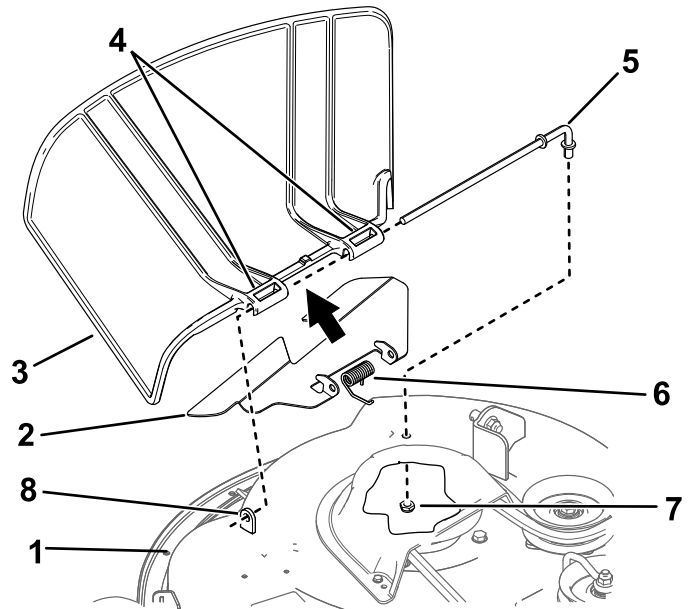

Figure 74
1. Retirez l'écrou ($\frac{3}{8}$ " de la tige, sous le plateau de coupe (Figure 74).
2. Sortez la tige de la courte cheville de positionnement, du ressort et du pivot du déflecteur d'herbe (Figure 74).
4. Montez le nouveau déflecteur d'herbe (Figure 74).
7. Insérez la tige dans le second pivot du déflecteur d'herbe (Figure 74).
9. Fixez l'extrémité arrière de la tige dans le plateau de coupe à l'aide d'un écrou ($\frac{3}{8}$ "), comme montré à la Figure 74.